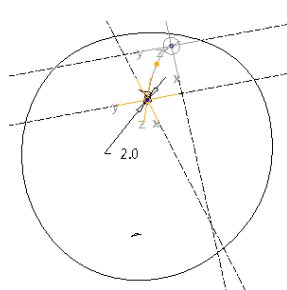

图 3-75 绘制截面 2
- 退出草绘环境后，在“截面”选项板中单击“插入”按钮，再单击“草绘”按钮，进入草绘环境，绘制第 2 个截面，此截面为半径 2 的小圆，如图 3-75 所示。